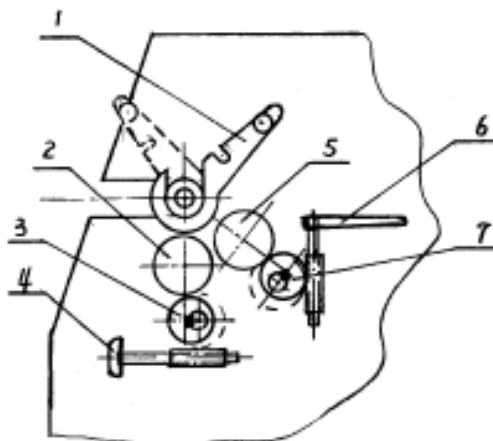

Рис. 9
- 3) Убедиться, что расстояние между верхним и нижним валками соответствует требуемой ширине зоны вальцевания. **Регулировка: см. рис. 9**
Порядок регулировки: Проверить положение кулачковых шестерен 3, 7 по рис. 9. При повороте звездообразной рукоятки 4 по часовой стрелке валок 2 поднимется, и расстояние между верхним и нижним валками уменьшится; При повороте звездообразной рукоятки 4 против часовой стрелки расстояние увеличится.